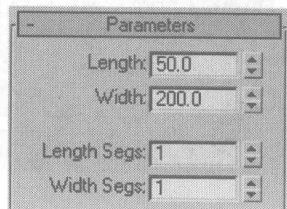

图 6.422
- 46** 在 Create 控制面板中单击 **Plane** 按钮，在 Top 视图中建立一个面片物体，参数设置如图 6.422 所示，再单击右键，在弹出的快捷菜单中选择 Convert to Editable Poly 命令，将其转换为可编辑的 Polygon 模型。